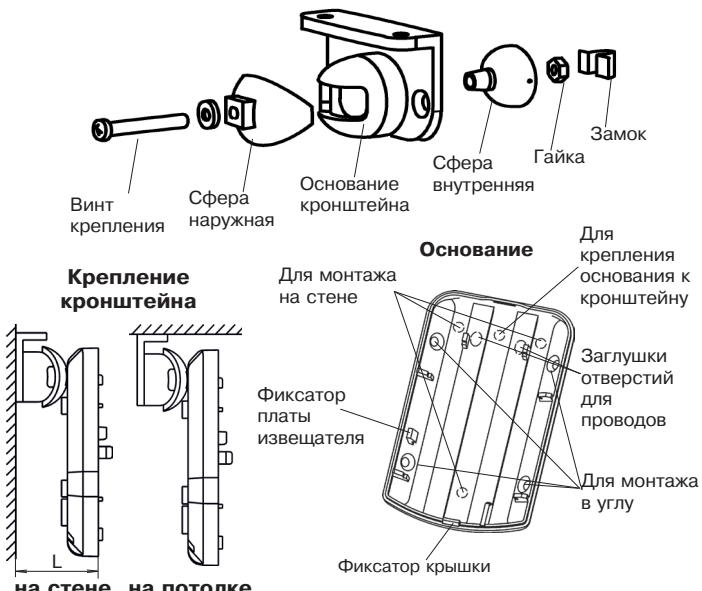

Рисунок 2 – Основание извещателя и кронштейн
- Снимите крышку извещателя, отжав при помощи отвертки фиксатор, расположенный в нижней части основания извещателя (рисунок 2).
- Просверлите в основании корпуса отверстия (рисунок 2), которые будут использоваться для прокладки проводов и крепления извещателя.
1. После закрепления извещателя на кронштейне повернуть корпус извещателя в вертикальной плоскости, в соответствии с выбранной высотой установки, отмерив расстояние (L) от стены до края основания при снятой крышки (рисунок 2, таблица 3).